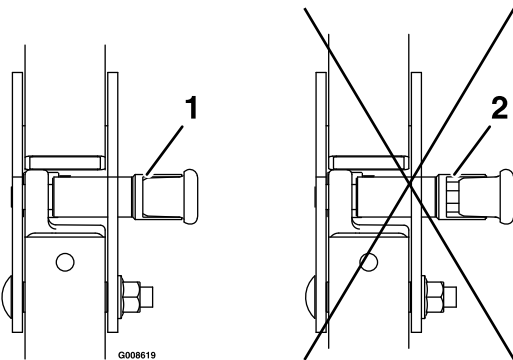

Figura 13
5. Asegúrese de que los pomos están completamente bloqueados cuando la barra anti-vuelco está en la posición elevada. Puede ser necesario empujar hacia adelante o tirar hacia atrás de la parte superior de la barra anti-vuelco para que se bloqueen completamente ambos pomos (ver Figura 13).